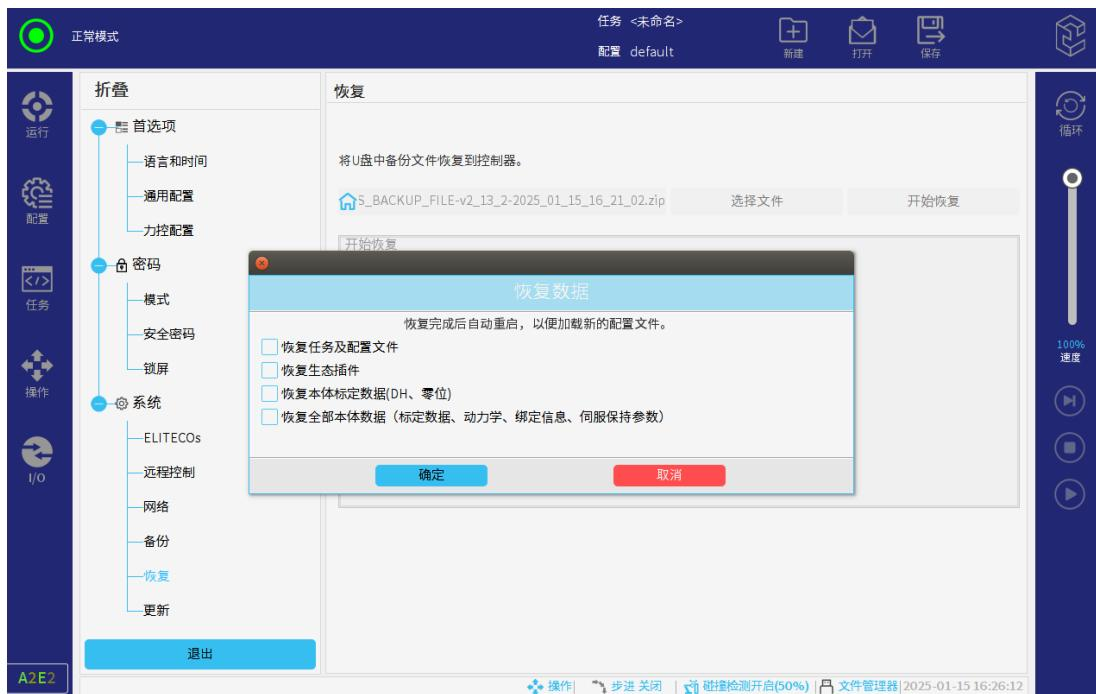

图 3-23: 恢复数据选项
“恢复”功能界面下，用户可根据需求灵活选择所需恢复的具体数据，将 U 盘下的文件恢复到系统中。可选的恢复数据项目如图 3-23 所示。
5. 在弹出的页面（见图 3-23）中选择所需恢复的数据，点击“确定”。
(6) 更新